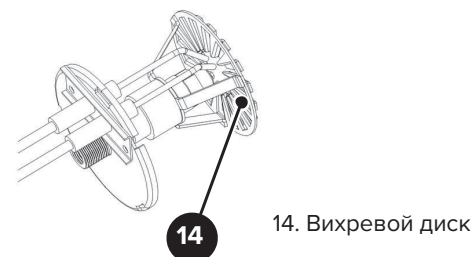

Рисунок 4 — Очистка вихревого диска
- ВНИМАНИЕ! Для квалифицированного персонала!** Очистите вихревой диск 14 (см. рис. 4) с помощью щетки, а затем обдуйте его сжатым воздухом. Чтобы добыть-